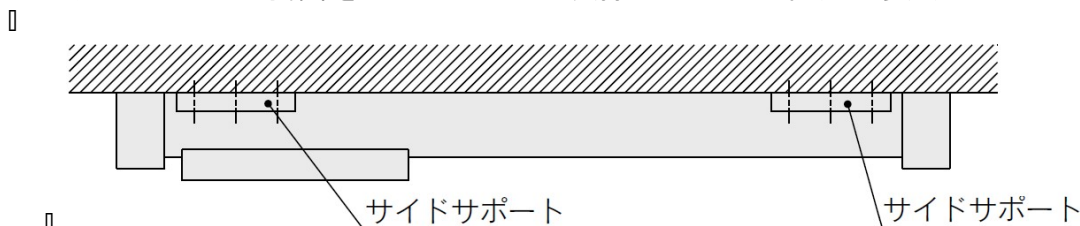

図3
- ・ シリンダを天井取付や壁取付姿勢で使用する場合は、ヘッドカバー部の固定ボルトに加えてシリンダチューブ両端部をサイドサポートで支持してください。（図3参照）